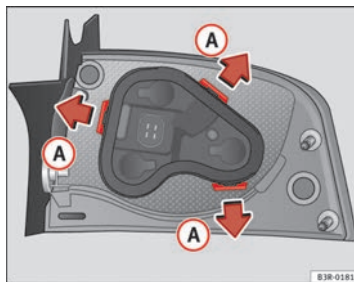

Fig. 208 Lengüetas de fijación en la parte posterior de la unidad de luz trasera
- Desbloquee las lengüetas de fijación ⇒ fig. 208 A.